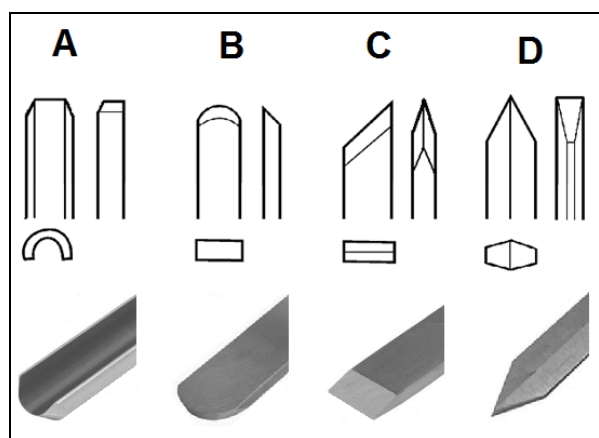
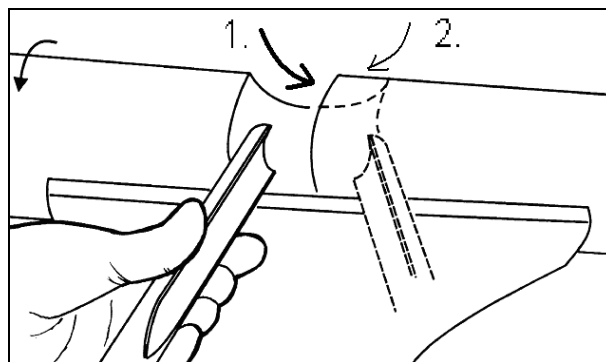
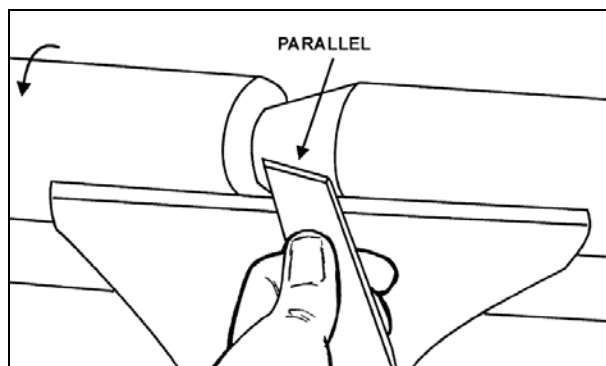

Рис. 16
Рис. 17
Рис. 18
**Трубчатый резец (А, Рис. 16)**, используется для быстрого формирования цилиндрической детали из необработанной древесины, изготовления чаш, тарелок, подставок и других деталей (Рис. 17).
**Шабер (В, Рис. 16)**, применяется для наружного и внутреннего калибрования, а также для удаления следов обработки.
**Косой резец (С, Рис. 16)**, используется для проточки V-образных канавок, заплечиков и т.д. (Рис. 18). Режущая кромка инструмента устанавливается параллельно направлению реза.
**Отрезной резец (D, Рис. 16)** используется для прямого врезания в материал, для затыловки или отрезки. Также применяется как шабер и для получения нужного диаметра.